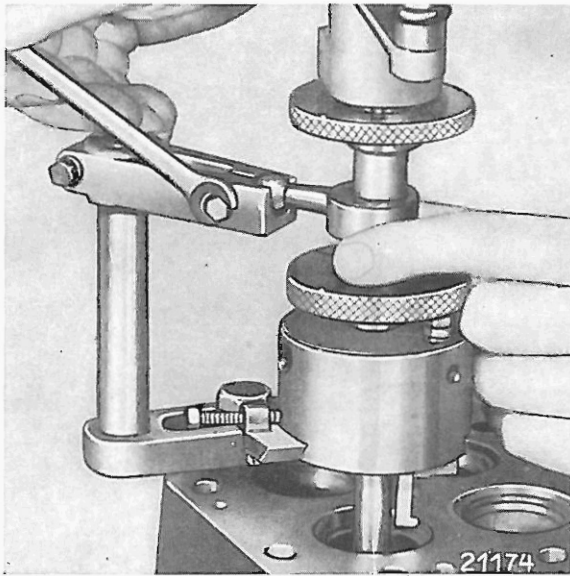

Bild 01-4/4
7. Drehwerkzeug in dieser Stellung festhalten. Feststellschraube (3, siehe Bild 01-4/3) der Pilotauflage lösen, Pilotauflage (1) nach unten drücken, bis diese auf dem Pilot aufliegt. Feststellschraube (3) wieder anziehen.
9. Schraube (11, siehe Bild 01-4/3) zurückdrehen, bis Drehstahl an Ventilsitzring herangebracht ist, jedoch noch nicht ansteht. Kontermutter (12) festziehen.